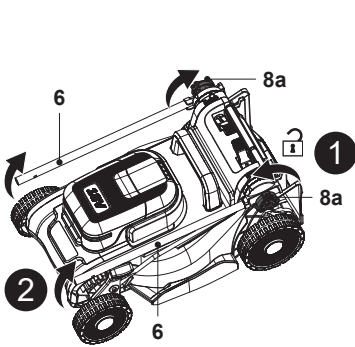

Fig. 1
2. Afloje el mando de bloqueo (8a) girándolo hacia la izquierda sin llegar a retirarlo del todo; a continuación, despliegue la barra inferior del manillar (6) (Fig. 1, pasos 1 y 2).